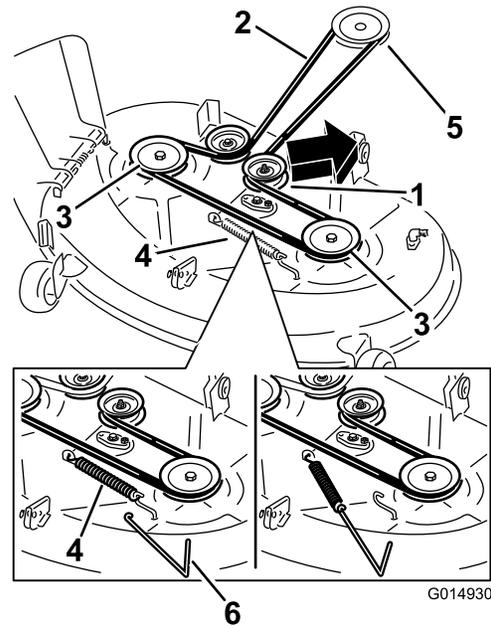
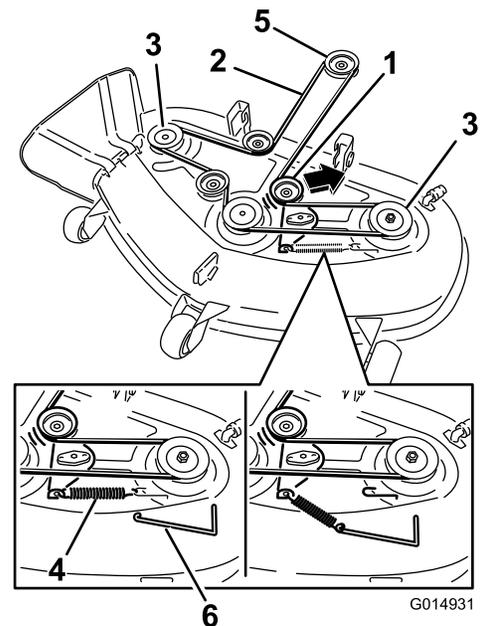

Figura 67
Figura 68
4. Usando una herramienta para la retirada de muelles (Pieza Toro N° 92-5771), retire el muelle tensor del gancho de la carcasa para eliminar la tensión de la polea tensora, y retire la correa de las poleas (Figura 67 y Figura 68).
5. Pase la correa nueva alrededor de las poleas del motor y del cortacésped (Figura 68).
6. Usando una herramienta para la retirada de muelles (Pieza Toro N° 92-5771), instale el muelle tensor sobre el gancho de la carcasa y tense la polea tensora y la correa (Figura 67 y Figura 68).